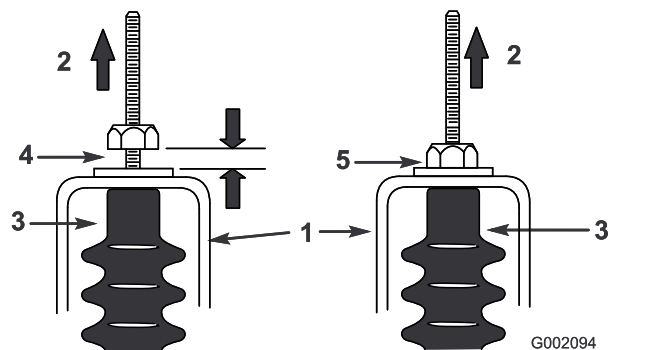

図 60
5. それぞれのシフトケーブルを引っ張って、ナットワッシャとニュートラルブラケットとの間に 0.76-1.52 mm のすきまがあることを確認する 図 60。